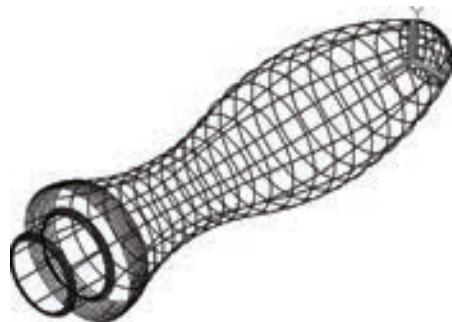

图 10-12 UCS 坐标和手柄的三维线框图
(2) 线框 (W) 显示对象时使用直线和曲线表示边界。显示一个已着色的三维 UCS 图标。光栅和 OLE 对象、线型及线宽不可见，可将 COMPASS 系统变量设置为“1”来查看坐标球，将显示应用到对象的材质颜色。图 10-12 所示是 UCS 坐标和手柄三维线框图。